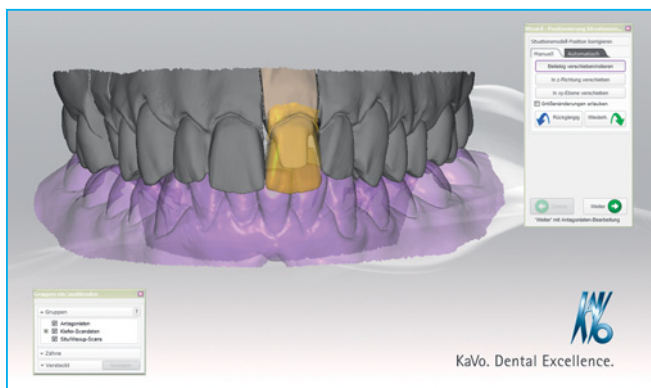

Abb. 3: Positionierung
14.26 Uhr: Daten vom präparierten 21 und vom Situationsabdruck werden hochgeladen. Die Krone wird auf dem präparierten Stumpf positioniert (Abb. 3).